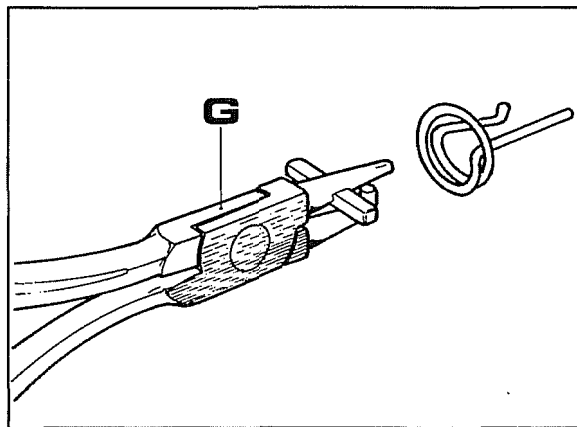

Fig. 14
- Per meglio rimontare la molla **R** fig.8 servirsi dell'attrezzo **G** fig.14.